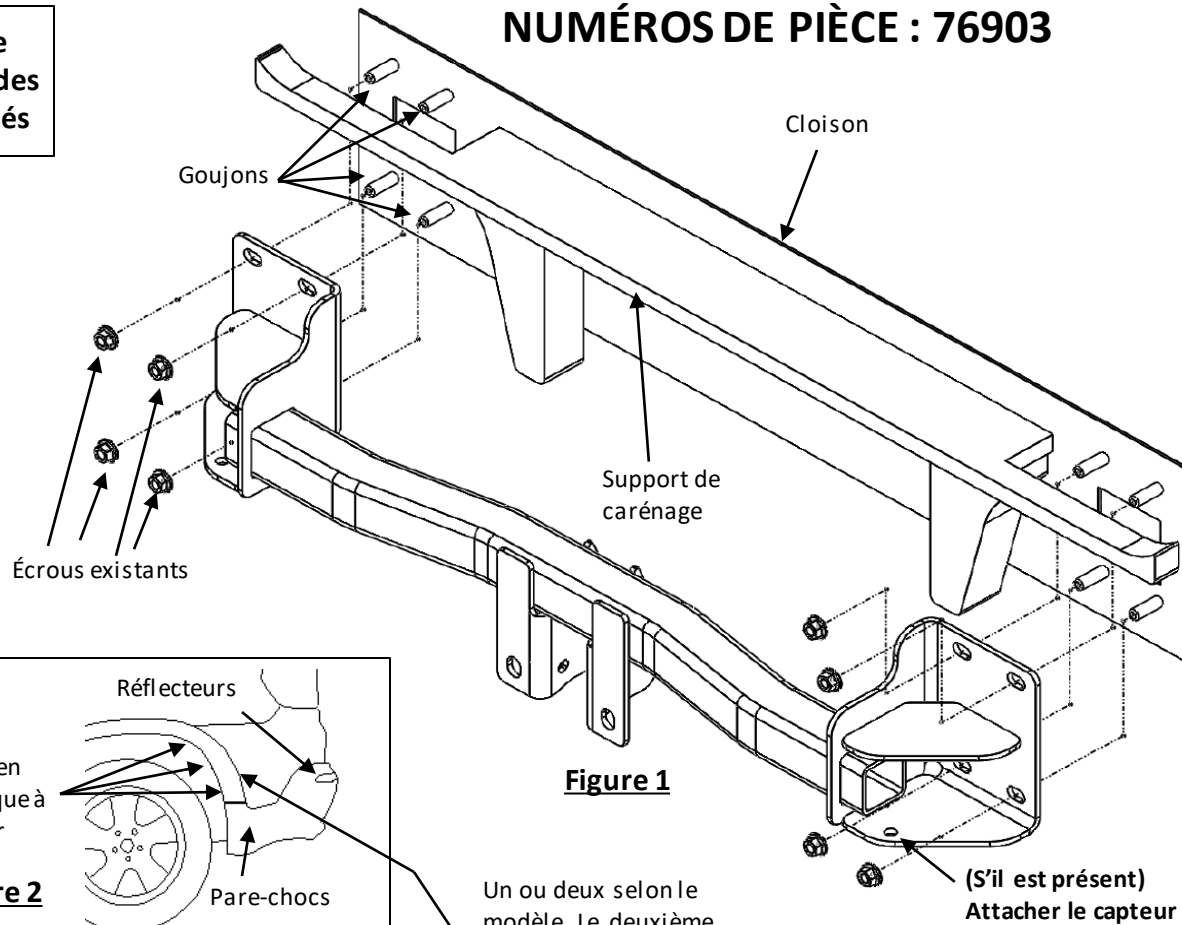

Figure 1
5. Soulever l'attelage en position (Voir **Figure 1, 5**).